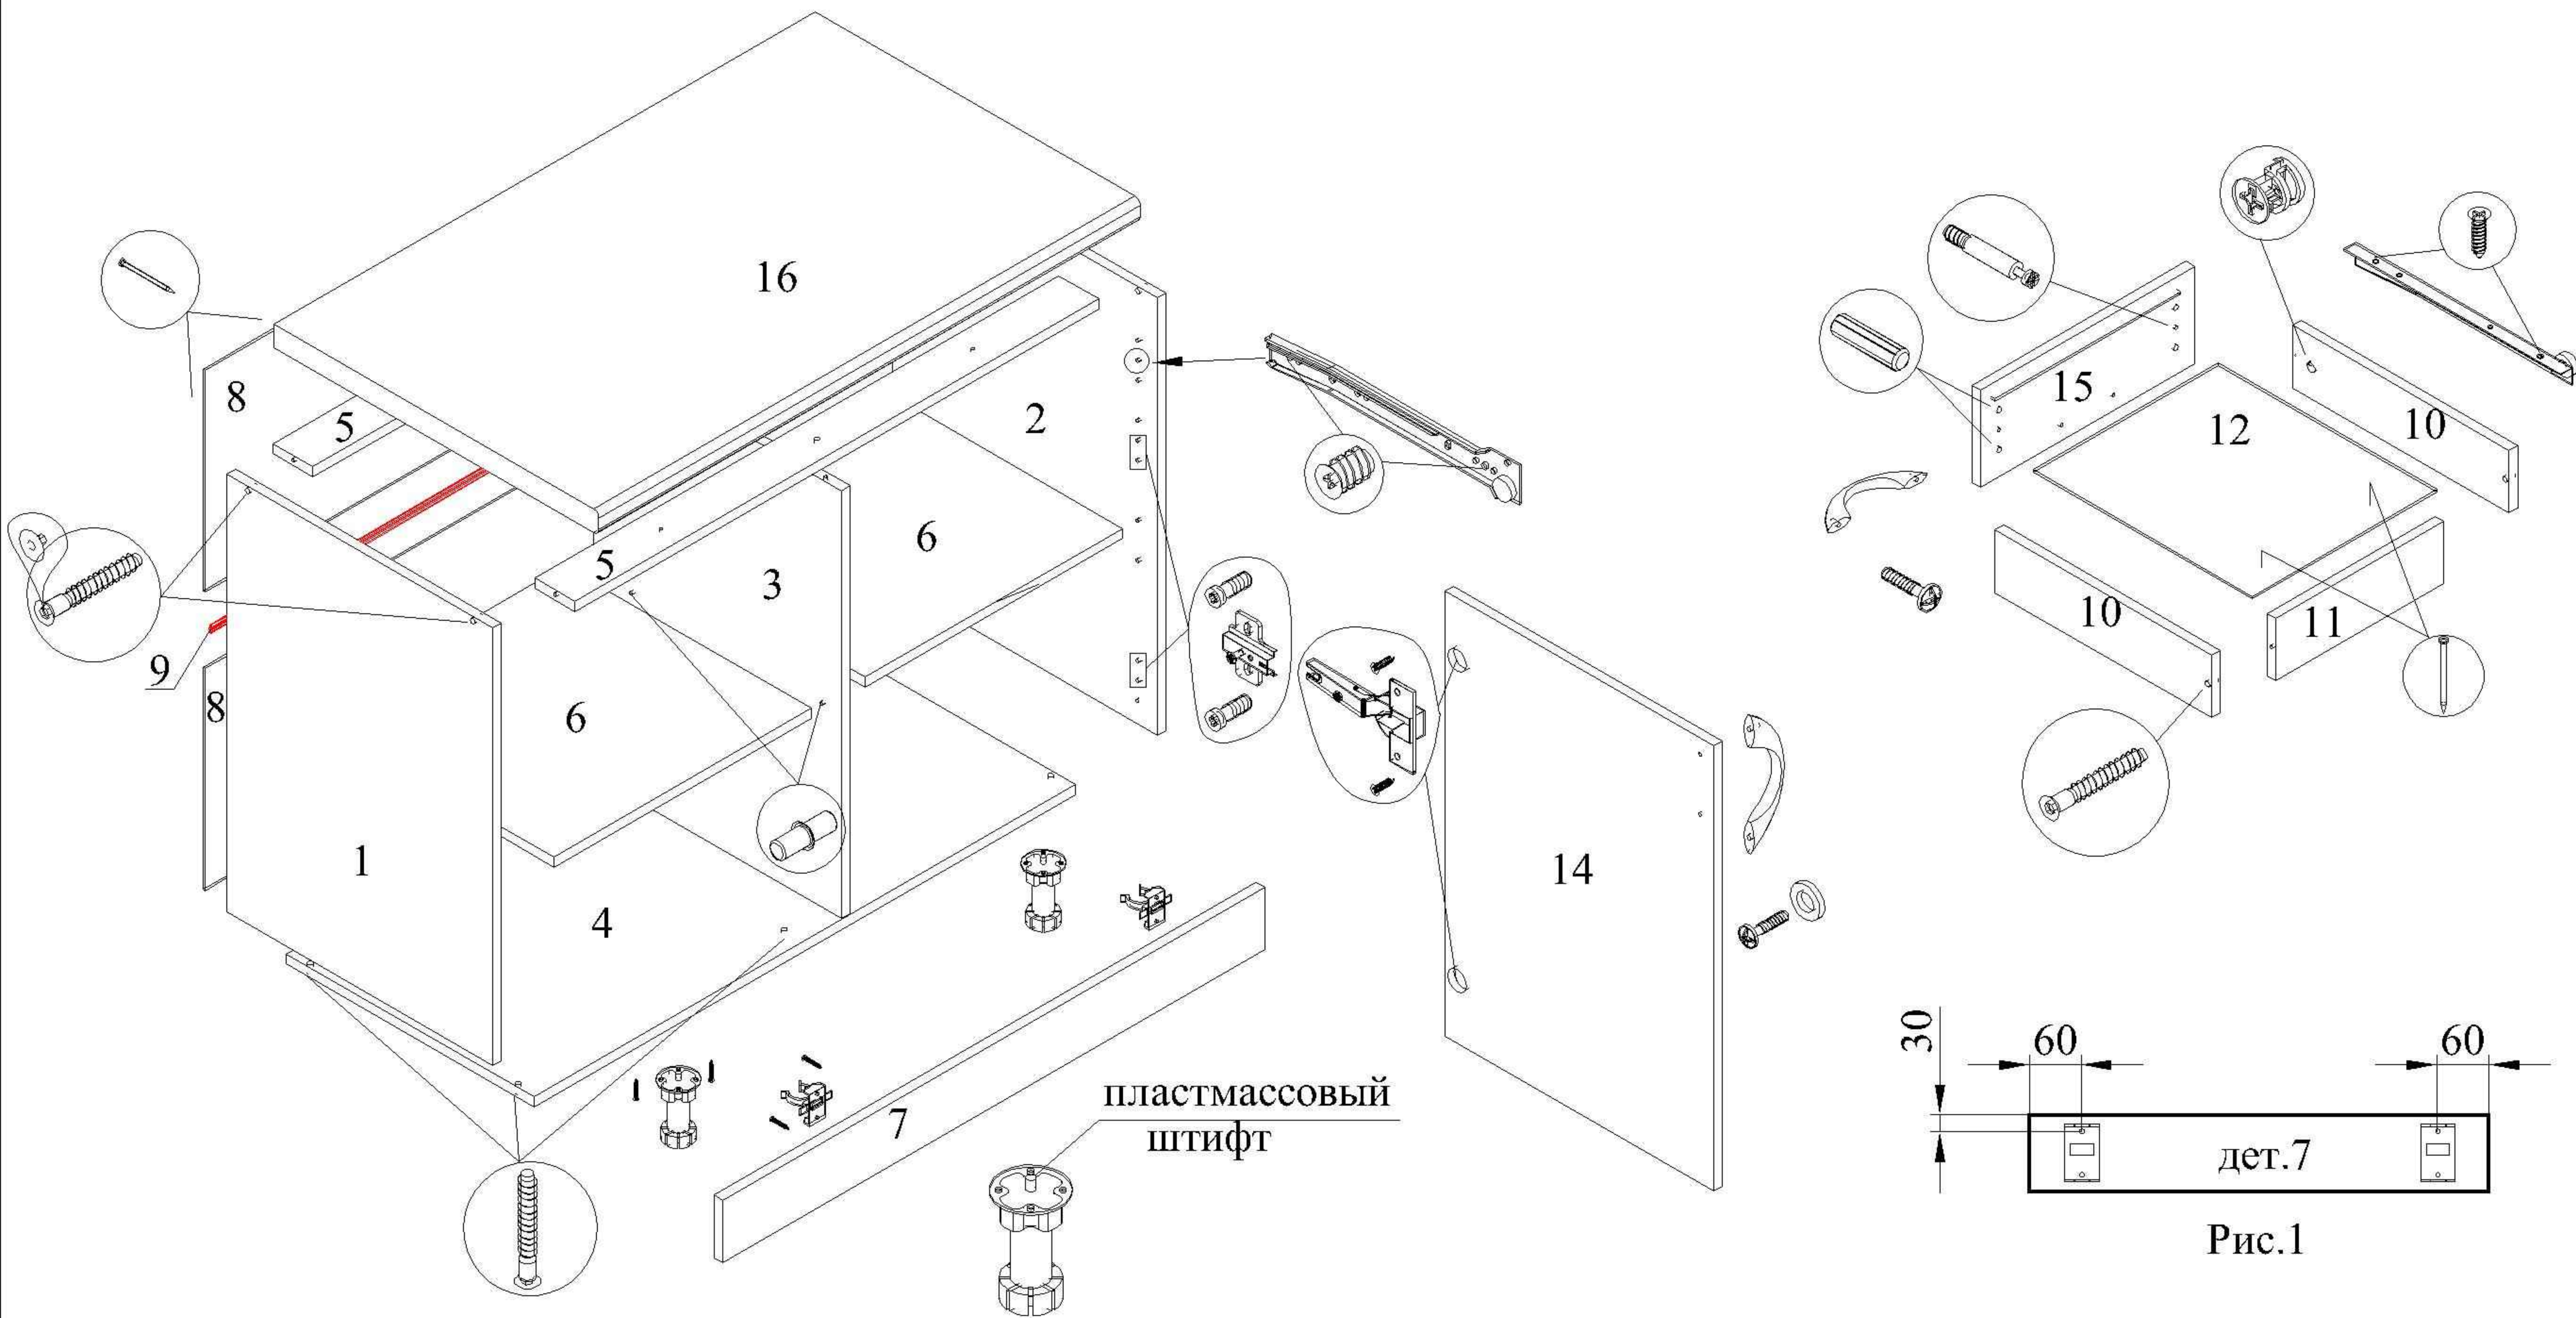

Рис.1
7. Крепить клипсы к детали 7 с помощью шурупов 3.5x16. Места крепления указаны на рис.1.